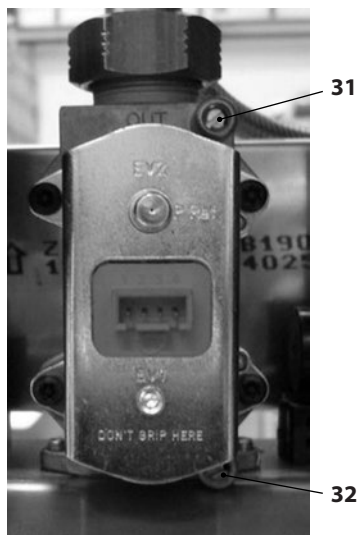

Figura 7.1
A caldaia spenta (fuori servizio), controllare la pressione di alimentazione utilizzando la presa 32 in Figura 7.1 e confrontare il valore letto con quelli riportati nella tabella Pressioni di alimentazione gas nella sezione "Dati tecnici CONDENZA ATMO 7.25" a pag. 24 e "Dati tecnici CONDENZA ATMO 7.29" a pag. 28.
- Richiudere bene la presa di pressione 32 in Figura 7.1.
- Aprire la presa di pressione 31 in Figura 7.1 e collegare un manometro.